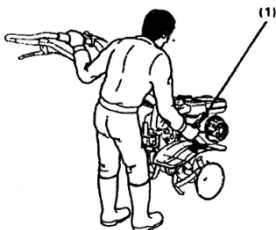

Fig. 13
- 5) Tira suavemente de la maneta del arranque hasta notar resistencia y, a continuación, tira de ella con fuerza. (Fig. 13)